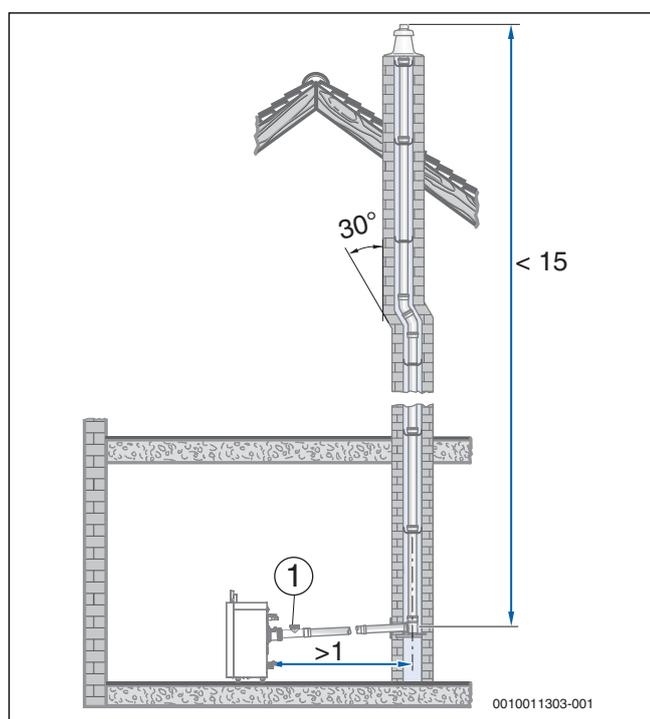
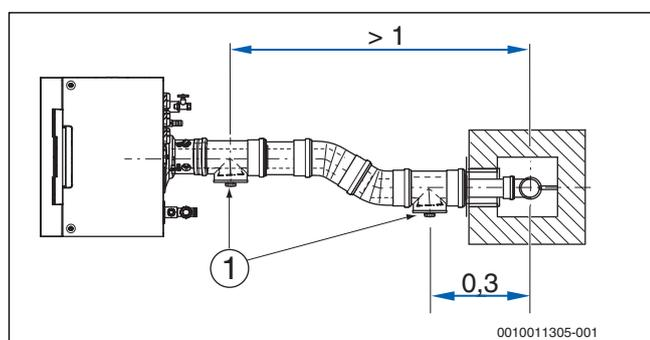

Fig. 7 Esempio: disposizione delle aperture di ispezione senza curve nel locale di posa (misure in m)
Fig. 8 Esempio: collocazione delle aperture d'ispezione con deviazione nel locale di posa (misure in m)
- sul lato anteriore, in un tratto rettilineo orizzontale della tubazione di scarico, entro 1 m dall'innesto con il tratto verticale, tale per cui non vi siano ulteriori deviazioni comprese tra l'apertura di ispezione e l'innesto con il tratto verticale, (→ fig. 7, pagina 10)
- lateralmente nella sezione orizzontale, ad una distanza massima di 30 cm dalla deviazione, nella sezione perpendicolare (→ fig. 8, pag. 10).
- l'apertura d'ispezione inferiore è stata eseguita secondo DIN 18160-1 e 18160-5 (per la Germania e IT UNI 7129/08:2-3 e UNI11071/03) (→ fig. 7 e fig. 8).